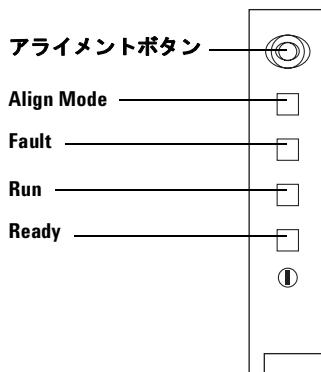

図62 タレットを整列する
- 8 ニードルサポートアセンブリの丸い端を使って、インジェクタのライトの上にある、窪んだアライメントボタンを押します。図62を参照してください。